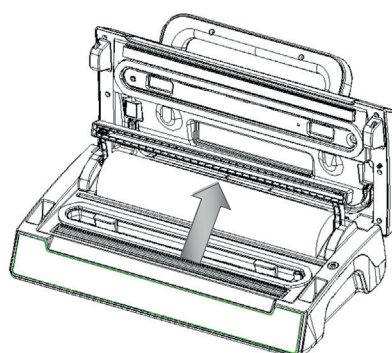

Fig. 2
2. Sørg for at posekutteren er på enden av kuttestativet, og sett det deretter bakerst (Fig.2).